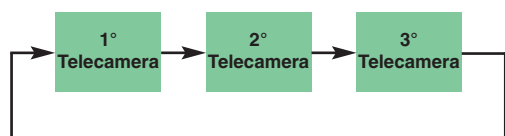

Figura 5: Sequenza ciclica delle telecamere in funzione centralino
N.B. È necessario collegare il modulo telecamere scorporate necessariamente sulla linea Bus in uscita dai morsetti LM-LM del centralino. Impostare il centralino in modalità Video prima della chiamata. Ad ogni chiamata video proveniente da centralino, il monitor si accenderà non appena si solleva la cornetta e l'immagine visualizzata sarà quella proveniente dalla prima telecamera connessa al 1259C. A questo punto ad ogni pressione del pulsante di comando (vedi modalità precedenti) o ad ogni chiusura del contatto manuale, si attiva una telecamera in sequenza secondo lo schema di Figura 5 (ipotesi di 3 telecamere collegate).